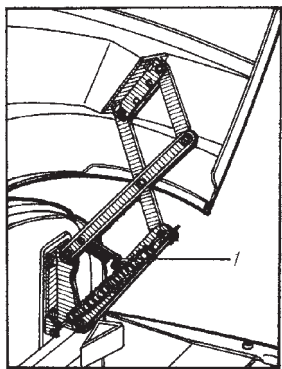

Рис.3. Предохранитель механизма подъема капота:
6. При обслуживании двигателя механизм подъема капота зафиксируйте предохранительным крючком 1 (рис. 3).